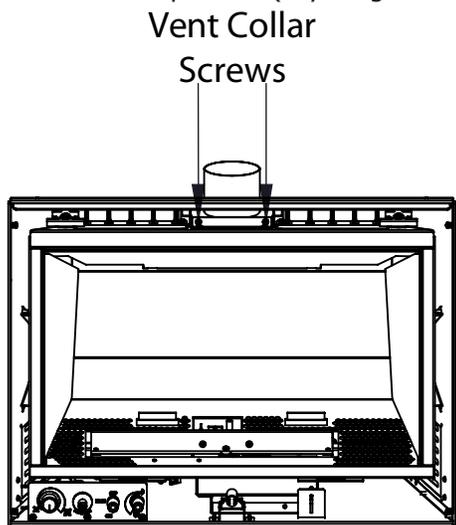

Figure 33: Les Vis de Collier de Plaque
5. Si l'ouverture du foyer est inférieur à 20" (483mm), retirer le collier de plaque de ventilation en haut de l'insert en enlevant les deux vis à T-20 Torx situé sur le dessus du centre de l'unité au-dessus de l'ouverture de porte (voyez Figure 33). Glisser la plaque col en arrière. Attachez le collier plaque de ventilation au revêtement déjà installé dans la cheminée. Veillez à ne pas trop étirer la revêtement.
- Un 3/8" NPT tuyau mâle (fourni avec l'appareil) devront être mis dans la valve à l'arrière côté inférieur gauche de cette cheminée (voir les figures 33 et 34). Consulter les autorités locales pour les codes locaux ou de l'utilisation de la CAN / CGA B149 (1 ou 2) Code d'installation au Canada. Aux États-Unis, les installations de gaz suivre les codes locaux ou de l'édition actuelle du National Fuel Gas Code ANSI Z223.1.